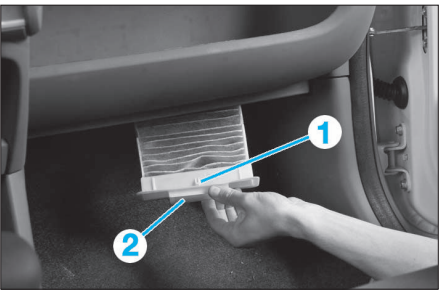

FIG. 5
- Par le dessous de la planche de bord, pincer la partie centrale accessible du filtre pour libérer les ergots (1) (fig. 5)
- Extraire le filtre à air d'habitacle en le tirant par sa poignée (2).